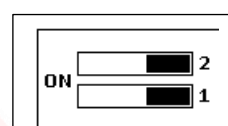

Fig. 12
- Posizionare il DIP 2 su OFF se i dispositivi di rilevamento utilizzati sono di tipo NO (Fig. 12);